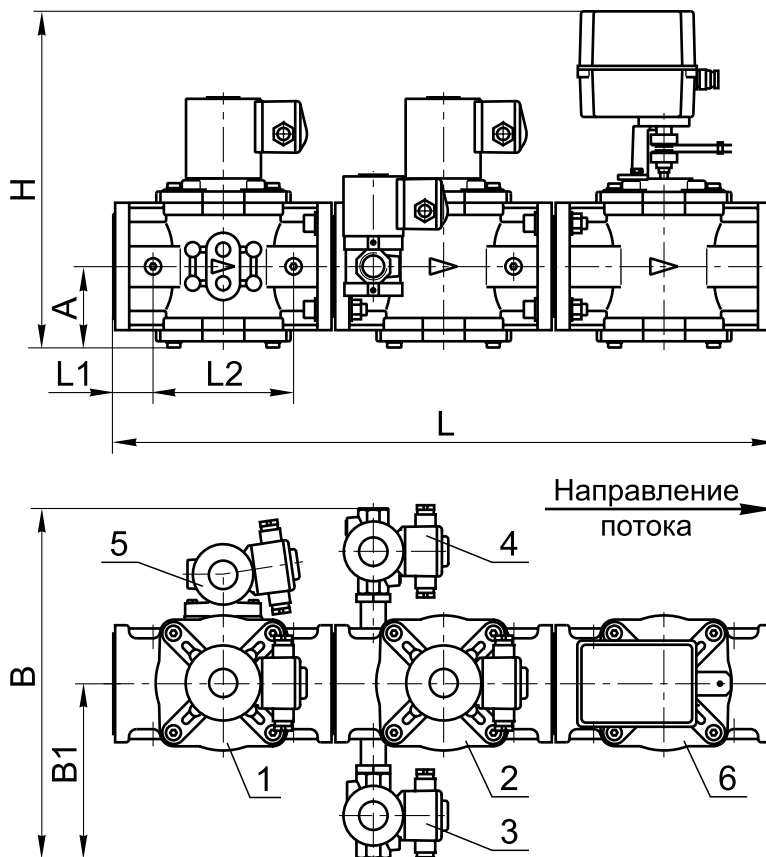

Рис. 11-90
Блок (рис. 11-90, 11-91) состоит из следующих основных узлов и деталей:
- справа по ходу газа (рис. 11-90);